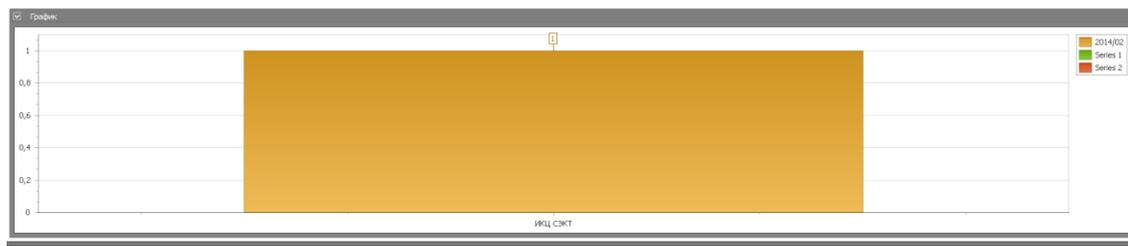

Рисунок 21
- блок **Графическое отображение результатов отчета** (рис.21).